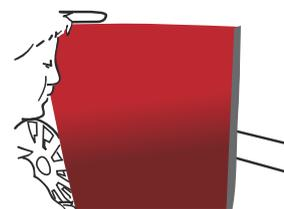

Figure 07
- › Retirer tout le liner. (FIG. 07)